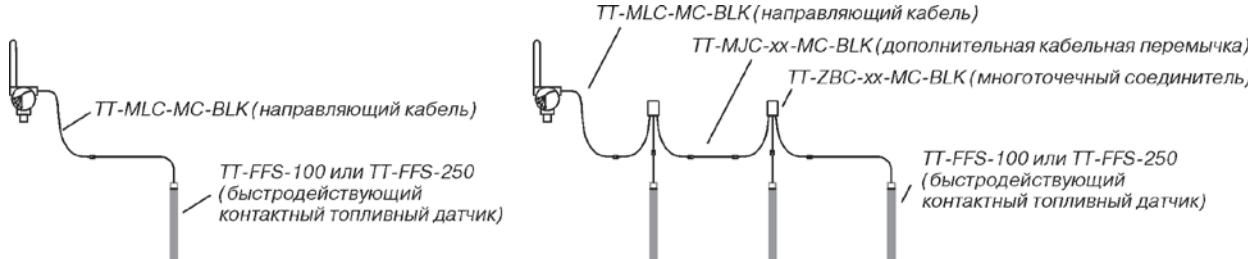

Рис.17.
- многоточечных соединителей (TT-ZBC-MC-BLK) (рис.17).